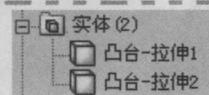

图 1-9 “实体(2)”文件夹
**步骤 9 展开“实体”文件夹** 第二个半圆柱体产生了零件的另一个实体, 在 FeatureManager 设计树中, 展开“实体(2)”文件夹, 查看其中包含的特征, 如图 1-9 所示。